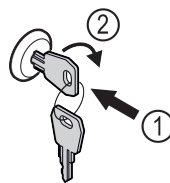

Fig. 61 Примерное изображение
- ▶ Вставьте ключ Fig. 61 (1).
- ▶ Поверните ключ на 90° по часовой стрелке Fig. 61 (2).